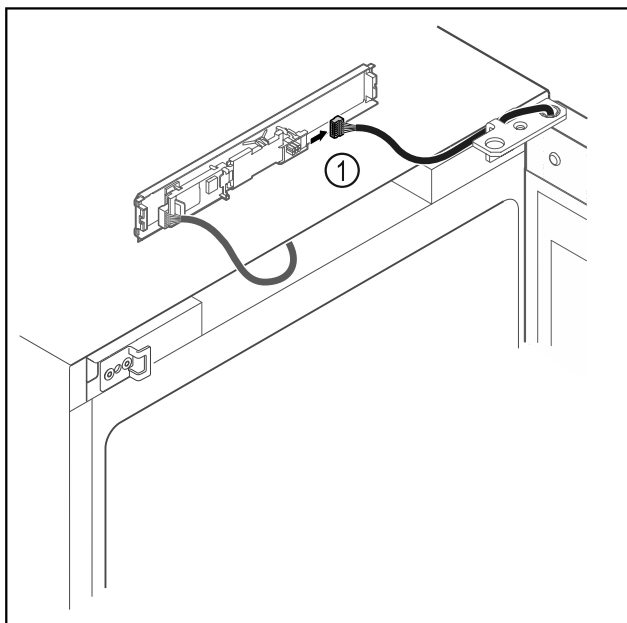

Fig. 8
- Scollegare il connettore Fig. 8 (1) dalla scheda.